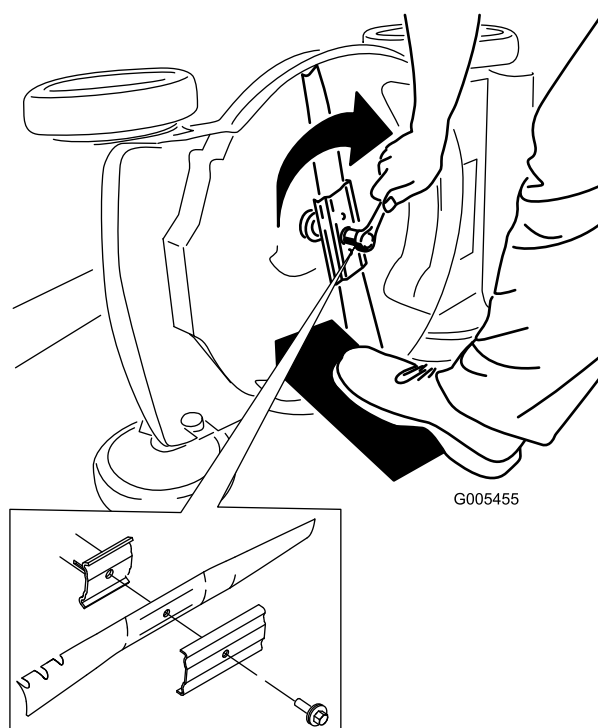

Figure 34
5. Montez la nouvelle lame et toutes les fixations (Figure 34).